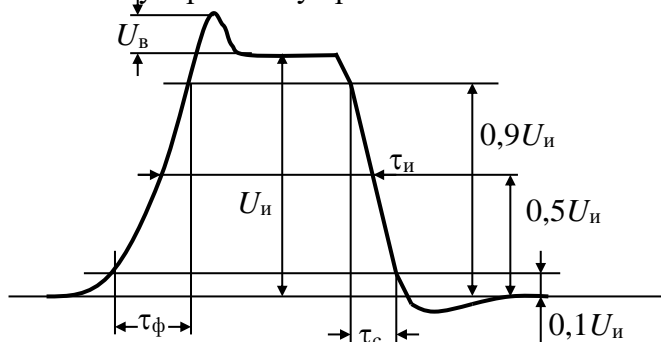

Рис.9. К выполнению пунктов 2.1 и 2.2
- Нажмите кнопку CH1 MENU (11) установить для параметра Probe значение «1X» последовательным нажатием кнопки 37.
- Нажать кнопку AUTOSET (6), изображение устанавливается автоматически; для получения оптимального максимально масштабного изображения используйте регулировки коэффициентов отклонения по вертикали (9) и горизонтали (15).
- Нажать кнопку Measure (26).
- Измерить линейные отрезки, соответствующие высоте плоской вершины импульса  $U_{\text{и}}$ , высоте выброса  $U_{\text{в}}$ , длительности импульса  $\tau_{\text{и}}$  (см. рис. 9). При измерении  $\tau_{\text{ф}}$  регулировками утопленной ручки TRIG LEVEL и ручкой TIME/DIV получить максимальную растяжку фронта. При измерении  $\tau_{\text{с}}$  регулировками оттянутой TRIG LEVEL и ручкой TIME/DIV получить максимальную растяжку среза  $\tau_{\text{с}}$ .